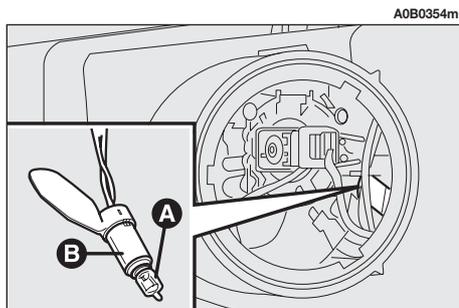

fig. 28
- Estrarre la lampada (**A-fig. 28**) dal portalampada (**B**), spingendola leggermente e ruotandola in senso antiorario.
- Sostituire la lampada e reinserire il portalampada (**B-fig. 28**) nella sua sede.